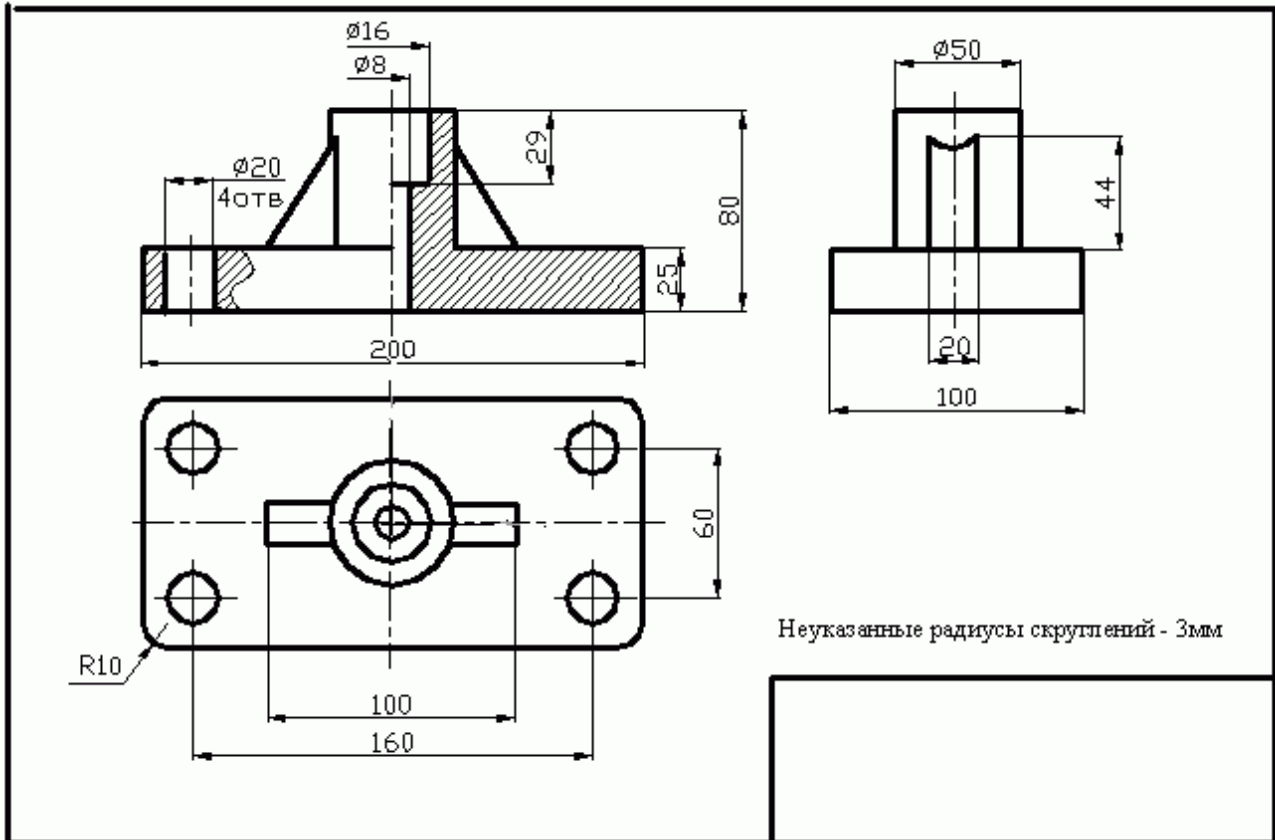

Рисунок 4.2. Пример выполнения задания
- 7 Выполнить изображение штриховки на месте разреза. Выполнить местный разрез (см. рис. 4.2);